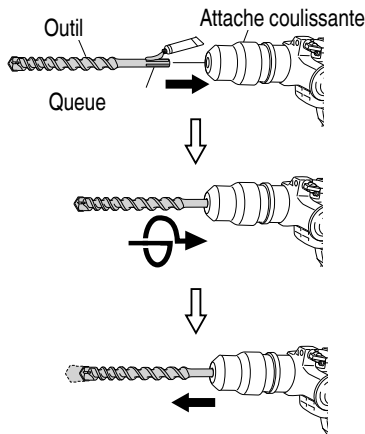

Fig. 10
- (1) Nettoyer, puis graisser la queue de l'outil avec la graisse fournie à cet effet en tube vert..
- (2) Pour fixer l'outil (tige SDS max), l'insérer dans l'orifice jusqu'à ce qu'il touche l'extrémité intérieure de l'orifice comme indiqué sur la Fig. 10.